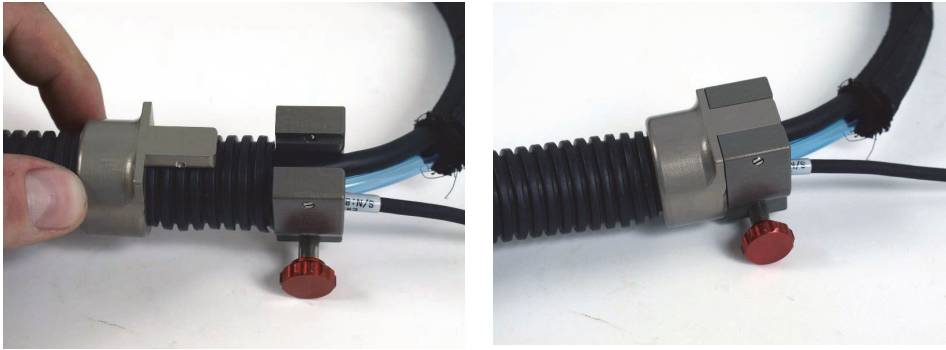

图 A-12 组装过道架
5. 将过道架的带螺纹部分与环状部分对齐，并组装到一起（参见第 72 页的图 A-12）。